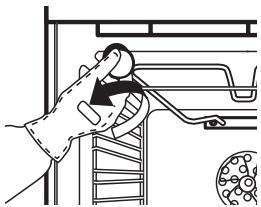

Fig. 5
2. Desaperte a cobertura da lâmpada (Fig. 5), substitua a lâmpada (consulte a nota para ver o tipo de lâmpada) e aparafulse novamente a cobertura da lâmpada.